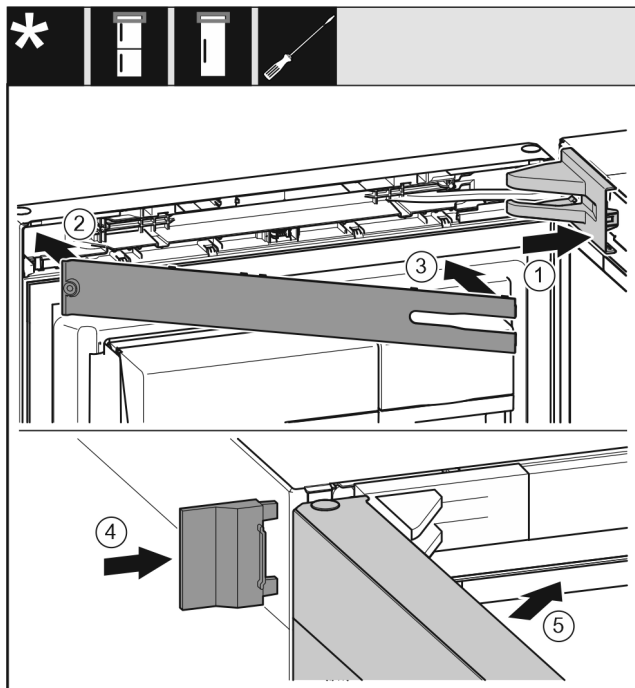

Fig. 31
- ▶ Stavite pokrov podloška ležaja Fig. 31 (1) i pustite ga da se uglati, po potrebi ga oprezno razdvojite.
- ▶ Natakните masku Fig. 31 (2).
- ▶ Masku Fig. 31 (3)
- ▶ Natakните vanjski poklopac Fig. 31 (4).
- ▶ Zatvorite gornja vrata Fig. 31 (5).